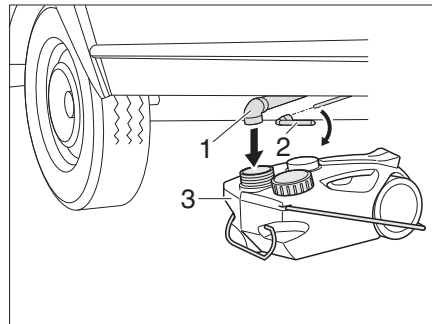

Bild 138 Abwassertank Unterflur
- Abwassertank, fahrbar (Bild 138,3) unter die Abwasserverrohrung (Bild 138,1) stellen.
- Steckschlüssel (Bild 138,2) auf Vierkant stecken.